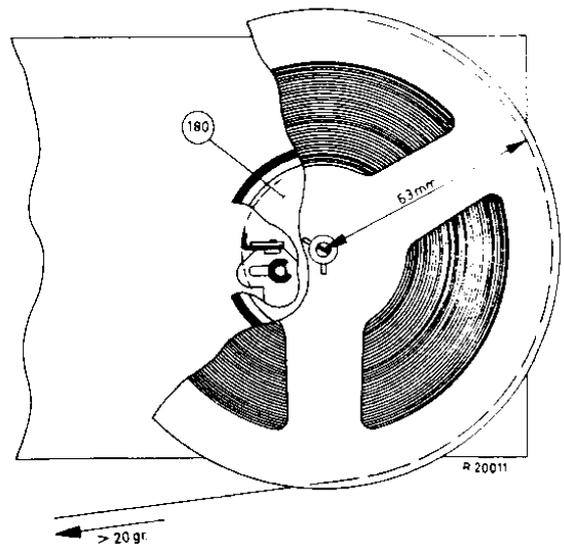

Fig. 10
N.B.: Ici aussi l'appareil doit se trouver dans position de repos et le bloc de frein du frein 100 doit se trouver entre la languette de l'équerre de freinage et le plateau à bobine 180 (voir la fig. 10).